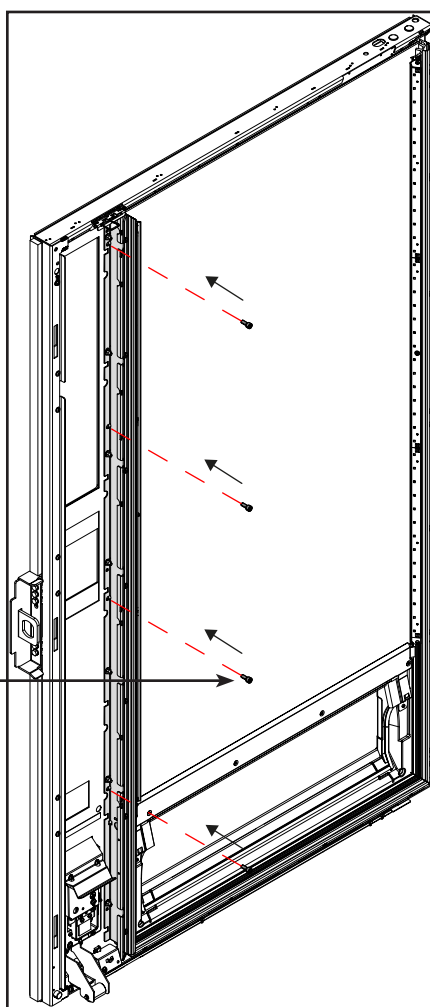

Fig. 32
7. Poser 4 vis à tête cylindrique à six pans creux de 5 mm (fig. 32).